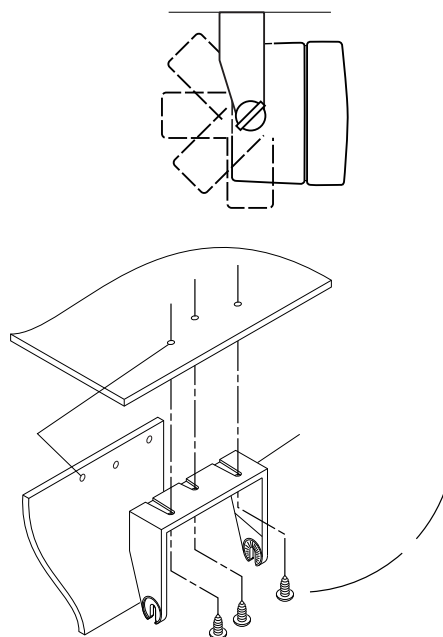

Abbildung 43 Montage des Lautsprechers unter dem Armaturenbrett
5. Befestigen Sie die Halterung mithilfe der mitgelieferten Schrauben (vgl. Abbildung 43).